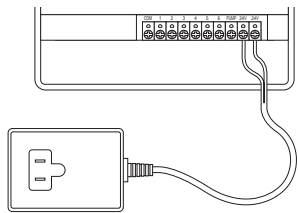

ABBILDUNG 16: Anschluss des Transformators
- Gegebenenfalls müssen Sie die Klemme öffnen, um das Kabel anzuschließen oder entfernen zu können. Dazu drehen Sie die Schraube mit einem Kreuz-Schraubendreher, bis das Kabel gesichert ist [siehe Abbildung 16].